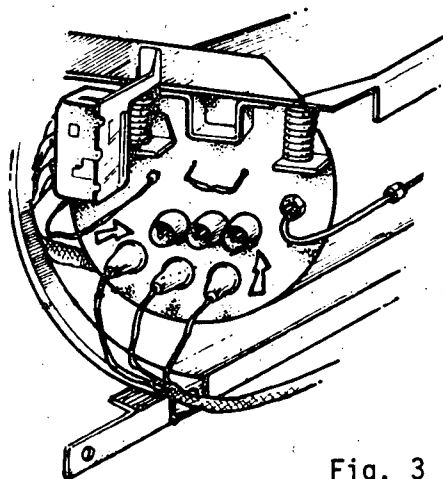

Fig. 3
- a Conecte os condutores nos bornes do motocompressor, seguindo o esquema (fig. 3).